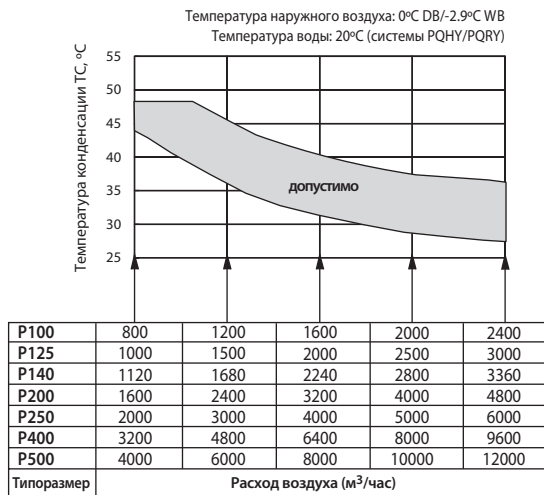

Рис. 1. Определение допустимых значений температуры конденсации
| Нагрев | Температура конденсации | Tс определяется в соответствии с рис. 1 | | | | | | |
Для определения производительности фреонового теплообменника приточной установки в режиме нагрева воздуха выберите температуру конденсации из допустимого диапазона согласно рис. 1. Если приточная установка оснащена рекуператором, то выберите значение температуры конденсации 48°C.
- Если расход воздуха меньше указанного в таблице на рис. 1, то следует выбрать значение температуры конденсации 48°C.